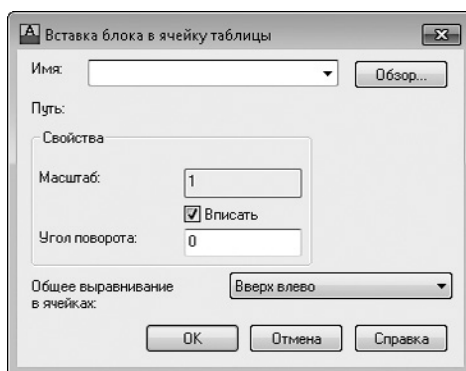

Рис. 4.49. Диалоговое окно вставки блока
- при выборе пункта **Блок** на экране появляется диалоговое окно **Вставка блока в ячейку таблицы** (рис. 4.49), в котором можно задать параметры вставки блока в таблицу;